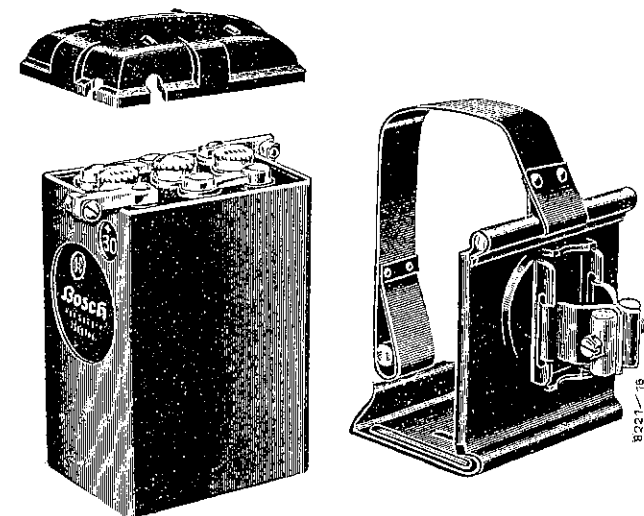

Bild 10. Batterie BGD 312 A mit Batterieträger
2. Batterie BGD 312 A (Bild 10)